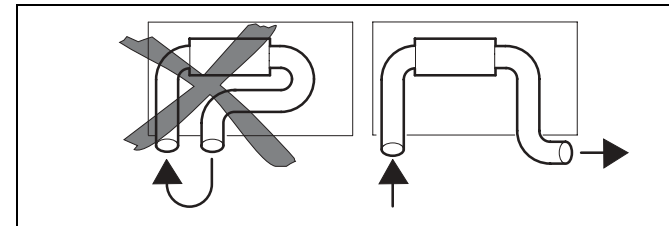

Bild 7: Heizlufteintritt und Heizluftaustritt
- Luftkurzschluss zwischen Heizgerätlufteintritt und Heizgerätluftaustritt (Bild 7).